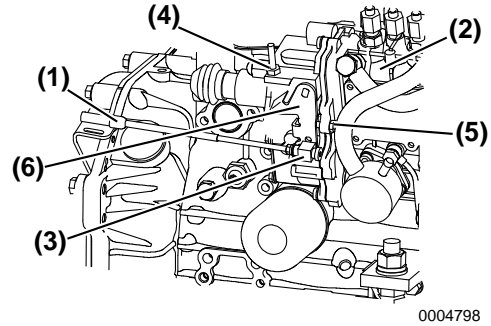

Figure 4
REMARQUE: *N'ajustez jamais le boulon d'arrêt de haute vitesse (Figure 4, (4)) du régulateur. Cela annulera la garantie du moteur.*